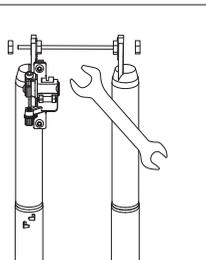

Figura 4-2
- Utilizzare una chiave aperta da 15 mm per allentare le viti e in sequenza, come mostrato nella **Figura 4-2**, e rimuovere la protezione della forcella anteriore.